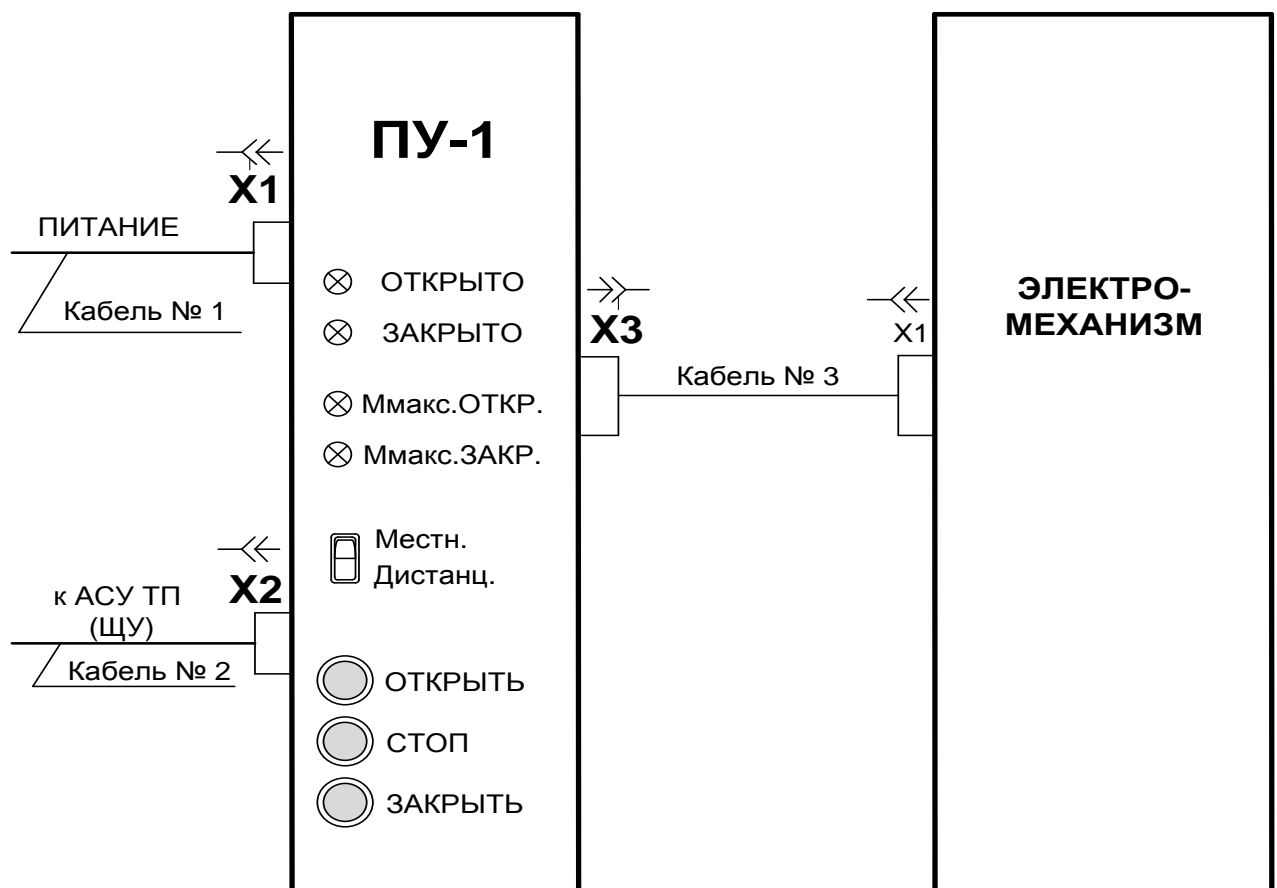

Рис.3 Схема электрическая подключений электромеханизма с использованием местного пульта управления ПУ-1
2.3.4 Произвести **распайку ответных частей штепсельных разъемов X1, X2 и X3** пульта ПУ-1 (см. рисунок 3), входящих в комплект поставки ПУ-1, в соответствии с требуемым вариантом его использования, как описано ниже.